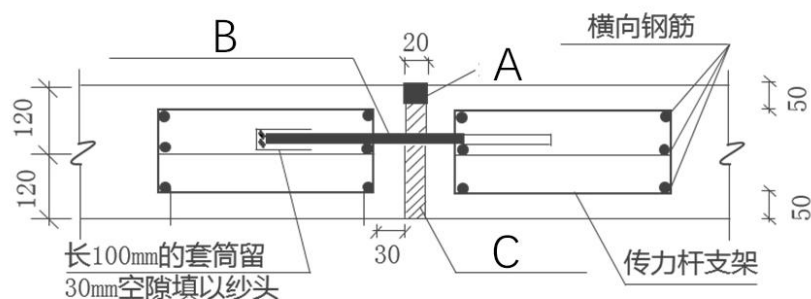

图1—1胀缝结构示意图
事件三：项目部施工水泥混凝土路面，工艺流程为：施工准备→模板安装→D→摊铺与振捣→拉毛与切缝→养护→E→开放交通。并在设计位置按要求设置了水泥混凝土路面板的胀缝和缩缝。其中胀缝结构示意图如图1—1所示。
- 1.写出图1—2胀缝结构示意图中A、B、C的名称，简述A可采用的材料有哪些？